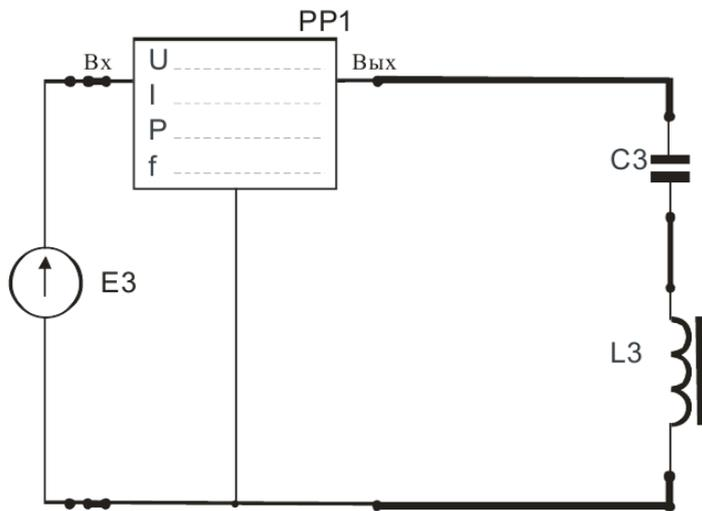

Рис. 2
3.5. Собрать электрическую цепь с последовательным соединением катушки с ферромагнитным сердечником L3 и конденсатора С3 (рис. 2).